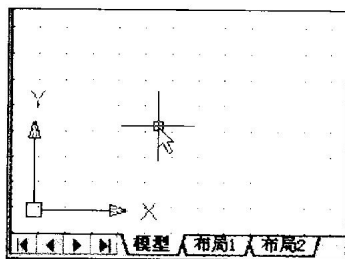

图 1-11 启用栅格显示后的屏幕
- **栅格**：该按钮用于控制是否启用栅格显示功能。当启用该功能后，屏幕上便显示出均匀的栅格点，如图 1-11 所示。栅格间距在“草图设置”对话框的“捕捉和栅格”选项卡中设置。显示栅格点有利于用户准确定位。